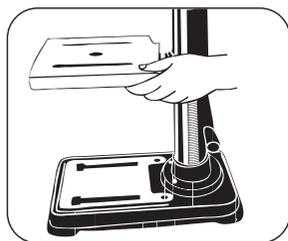

FIGURA 8.5
- Aperte a braçadeira com a Alavanca da Mesa Móvel (Figura 8.5).